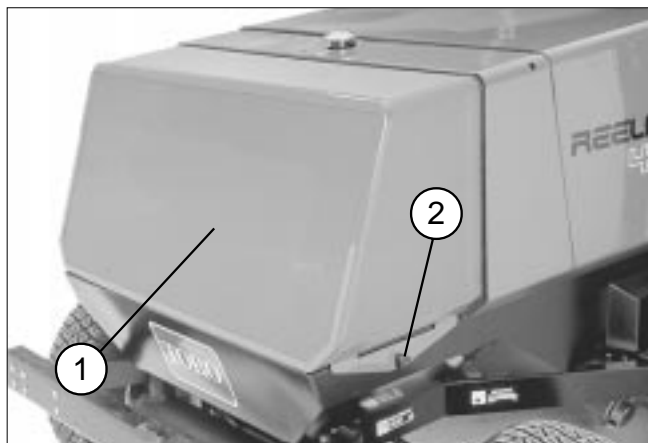

図 35
- 2. 後部スクリーンのノブを取ってスクリーンを外す(図 35)